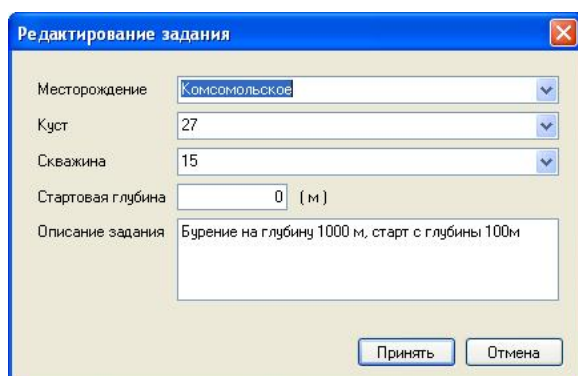

Рисунок 5. Редактировать задание
**Кнопка «Редактировать задание».** Необходимо в левой части окна выбрать нужное задание и нажать кнопку. При нажатии на эту кнопку появляется диалоговое окно, которое позволяет изменить атрибуты задания (смотри рисунок 5). После ввода новых значений полей необходимо нажать кнопку «Принять».